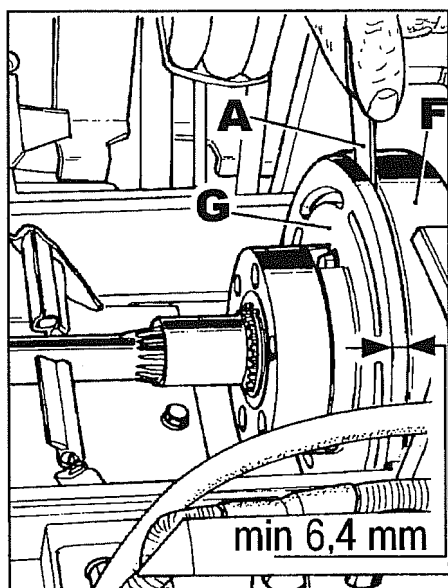

Fig. 8
- 6.1 Mesurer avec une cale d'épaisseur **A** fig. 8 l'écartement entre les disques **F** et **G**.
Avant de régler, mesurer l'épaisseur du disque **G** fig. 8 qui ne doit pas être égale ou inférieure à **6,4 mm**, car dans ce cas il faut remplacer l'embrayage.